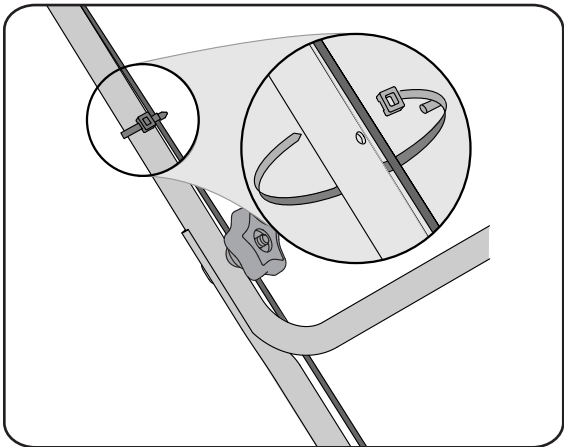

Figure 4
4. Enfonchez les taquets des attache-câbles dans les trous aménagés dans le guidon inférieur. Serrez l'attache-câble et coupez le surplus. Voir la Figure 4.